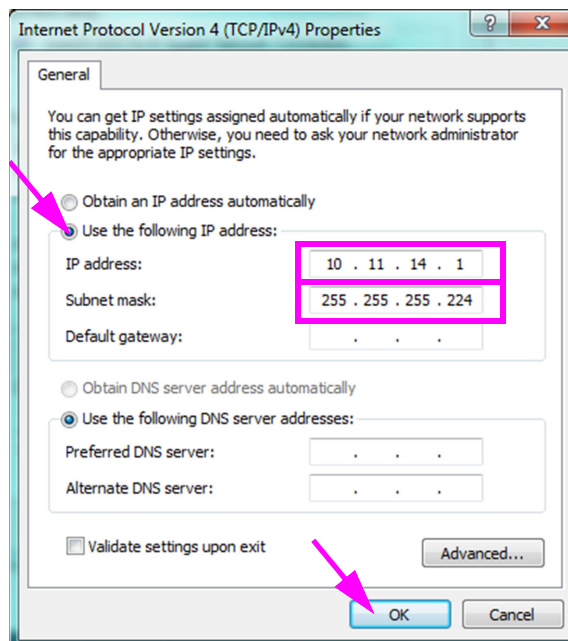

Figura 2-43. Ecranul Internet Protocol Versiunea 4 (TCP/IPv4)
9. Pe acest ecran, selectați **Se utilizează următoarea adresă IP: (Use the following IP address:)**. Consultați Figura 2-43.